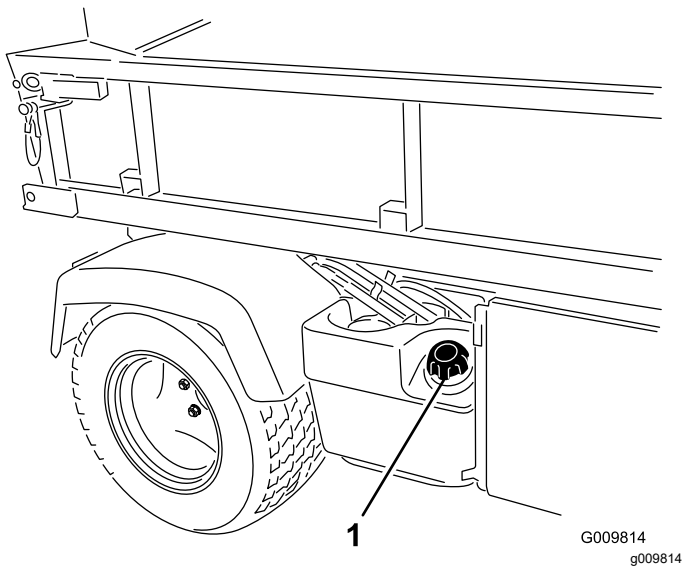

Bild 17
2. Entfernen Sie den Tankdeckel (Bild 17).